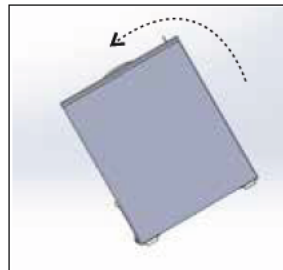

Abbildung 3
- Bringen Sie den Behälter wie in Abbildung 3 gezeigt an und montieren Sie die beiden Rollen in der Rollenbox wie in Abbildung 5 gezeigt.